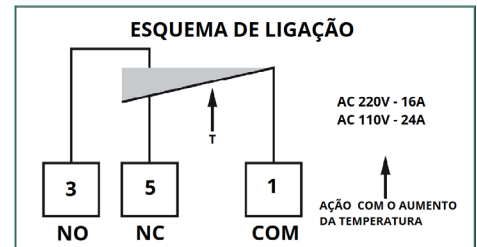

Figura 2 – Representação de ligação dos contatos
- Para fixação do corpo do controlador de temperatura existem quatro furos com rosca para parafusos M4. Esses servem para fixar o corpo do controlador no suporte com os parafusos M4 X 6,0 mm e suas respectivas arruelas lisas e de pressão. (Figura 2).